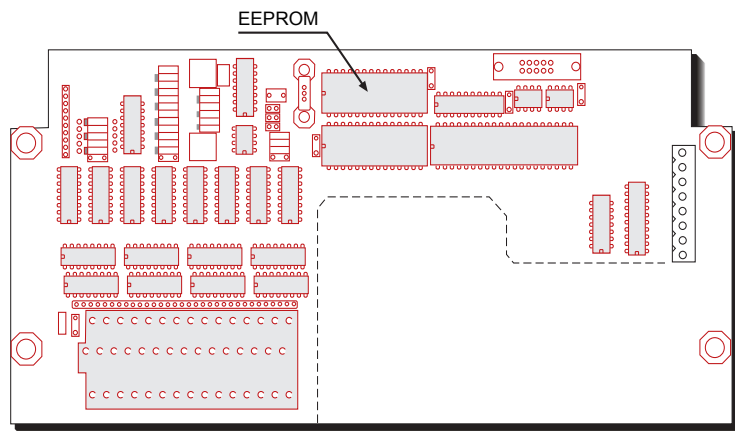

Figure 4-33. Chargeur de la base de données.
- 2 Retirez le programme EEPROM du socle, voir la Figure 4-33.